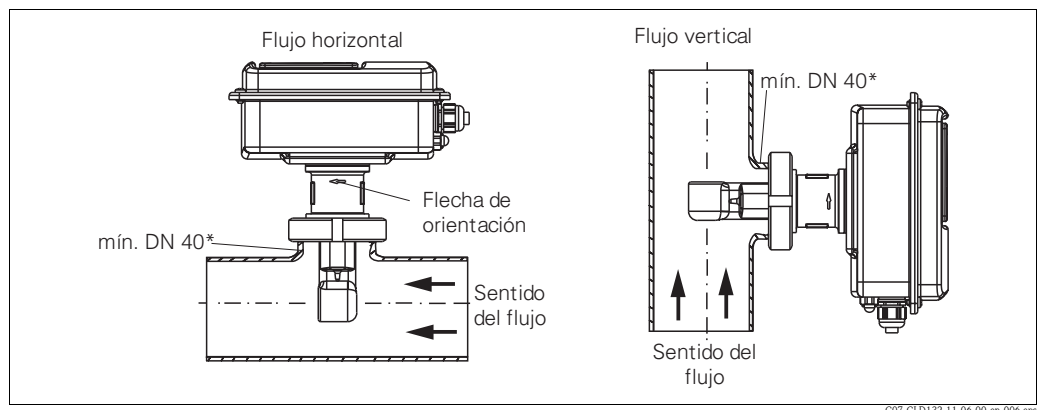

Fig. 14: Instalación del CLD132 de versión compacta
1. A la hora de instalar el Smartec S CLD132 o el sensor, asegúrese de que la boca de paso del sensor está orientada en la dirección de circulación del medio. Un flecha de orientación marcada sobre el sensor facilita esta orientación (véase la Fig. 14 de arriba).